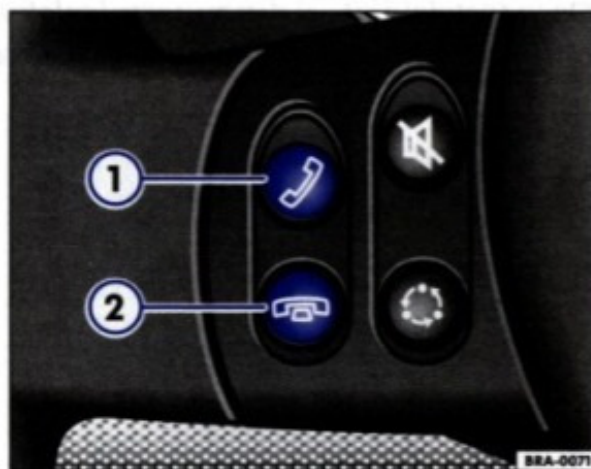

Fig. 19 Tastele de pe volanul multifuncțional opțional, pentru utilizarea telefonului
De la tasta ⇒ fig. 19 (1) puteți efectua următoarele: